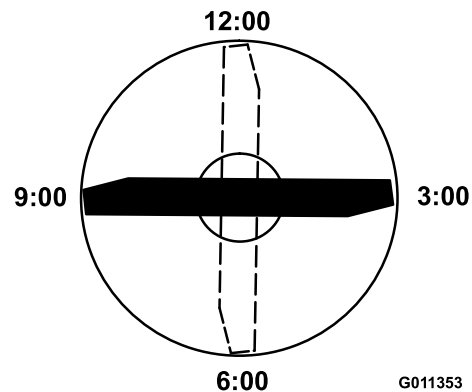

Figure 66
4. Positionnez le tranchant de l'extrémité marquée à la position 12 heures (droit devant dans la direction de la tonte) (Figure 66) et mesurez la hauteur de la surface plane au tranchant de la lame.
5. Tournez l'extrémité marquée de la lame aux positions 3 et 9 heures (Figure 66) et mesurez les hauteurs respectives.